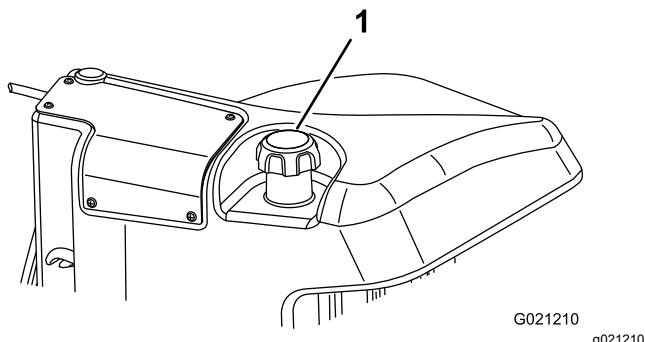

Figura 17
- Togliete il tappo dal serbatoio carburante (Figura 17).